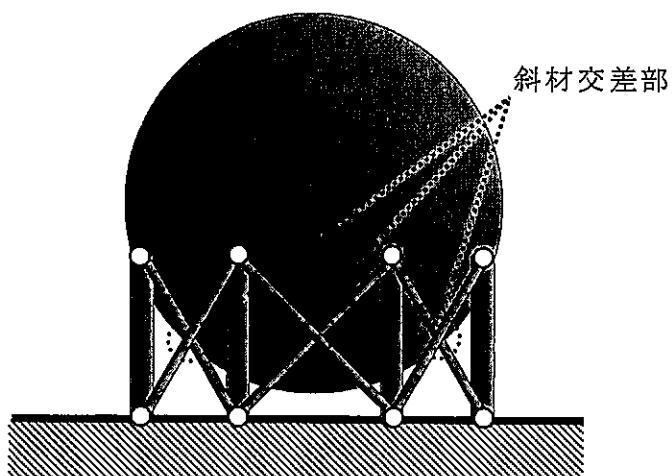
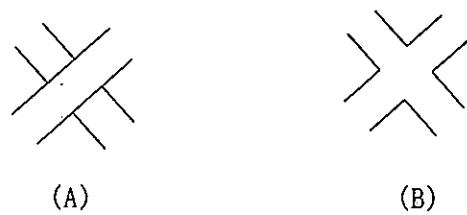

図 1-4
図 1-5
(4) コンビナートなどにある鋼製の球形ガスタンクを支えるために、一般には図 1-4 に示すように支柱の間に斜材を配する。下記(a)と(b)それぞれの場合での斜材の役割を材料力学的観点から数行で論ぜよ。
(5) 図 1-4 に示した斜材の交差部について、図 1-5(A) に示す接合しない方法と図 1-5(B) に示す剛に接合する方法の 2 種類がある。設問(4)(b)の水平方向の揺れを想定した場合、斜材の強度の観点から、どちらを選択すべきか答えよ。設問(3)の(a)から(c)で求めた主せん断応力を参考に理由を示すこと。